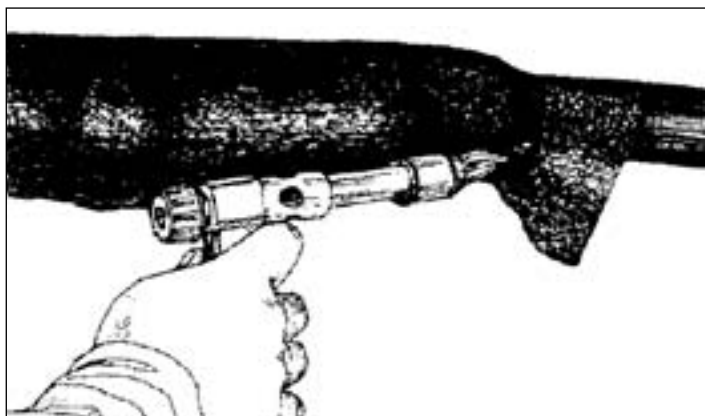

Рис. 4.35. - Усадка одной трубки ТУТ на свинцовую муфту
**4.11.2.** При отсутствии полиэтиленовых муфт зачищенные участки оболочки кабеля и свинцовой муфты слегка прогревают открытым пламенем. Затем устанавливают и усаживают ТУТ, начиная от середины трубки к одному из ее концов, а затем к другому концу (Рис. 4.35).